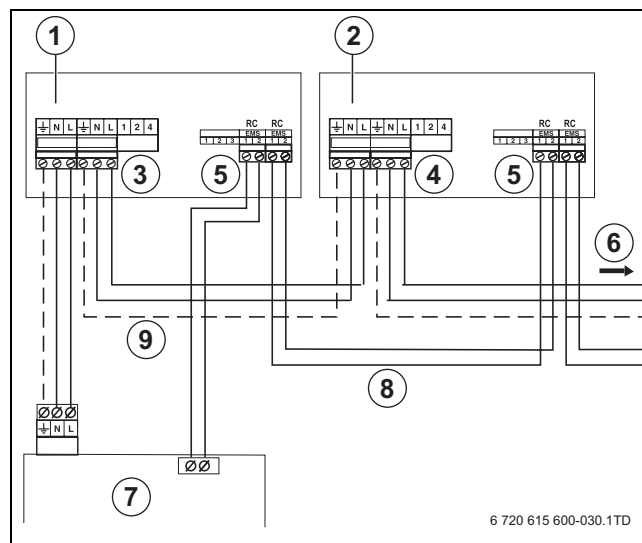

Bild 38 Ansluta flera moduler
- Anslut 230 VAC-nätkabeln [3-4] för den första funktionsmodulen [1] till den följande modulen [2] (→ bild 38).